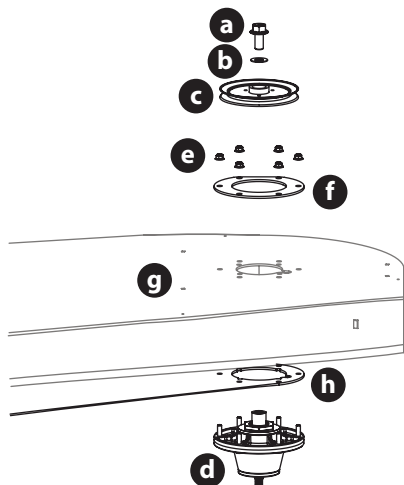
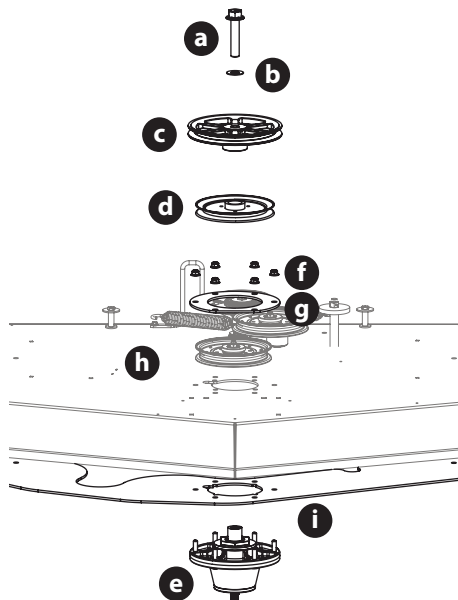

Figure 66
Figure 67
6. Retirez les boulons à bride hexagonale (a) et les rondelles plates (b) qui fixent les poulies de l'axe gauche et droit (c) à l'ensemble de l'axe (d) (Figure 66).
7. Retirez les 6 contre-écrous à collerette (e) qui fixent les ensembles de broches gauche et droite (d) et les plaques de support (f) à la coque du plateau de coupe (g) (Figure 66).
NOTE : il n'est pas nécessaire de retirer la plaque de support du plateau de coupe (h), sauf si les trois broches sont remplacées (Figure 66).
8. Retirez le boulon à bride hexagonale (a) et la rondelle plate (b) qui fixent la poulie d'entraînement (c) et la poulie de l'axe central (d) à l'ensemble de l'axe (e) (Figure 67).
9. Retirez les 6 contre-écrous à collerette (f) qui fixent la poulie de l'axe central (d), l'ensemble de l'axe (e) et les plaques de support (g) à la coque du plateau de coupe (h) (Figure 67).
NOTE : il n'est pas nécessaire de retirer la plaque de support du plateau de coupe (i), sauf si les trois broches sont remplacées (Figure 67).
10. Inversez le processus pour installer l'ensemble de la broche. Lors de l'installation de la nouvelle broche, veillez à ce que la quincaillerie soit installée correctement (Figure 66 and Figure 67). Serrez les boulons hexagonaux de la bride à 339 N-m (250 po-lb) et les écrous de blocage de la bride de 28 à 43 N-m (21 à 32 pi-lb).